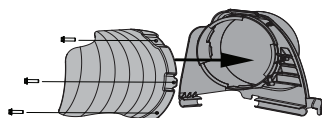

Figure 8
- Fixez le déflecteur (731-27134) au support pour goulotte supérieure avec les 3 boulons (710-05108) fournis dans le kit de quincaillerie du déflecteur (689-02299). Voir Figure 8.